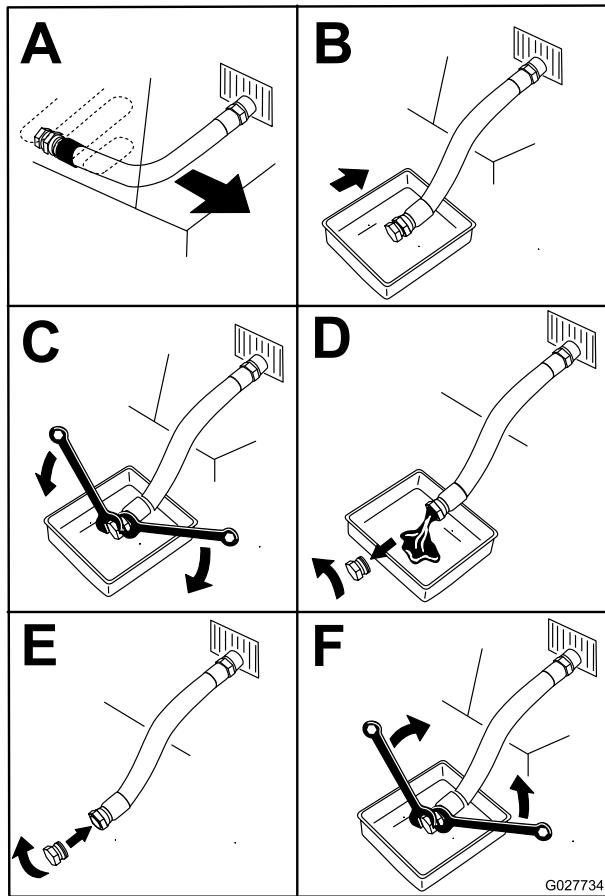

Figure 50
- Avant de quitter la position de conduite, coupez le moteur, enlevez la clé de contact et attendez l'arrêt complet de toutes les pièces mobiles (Figure 50).